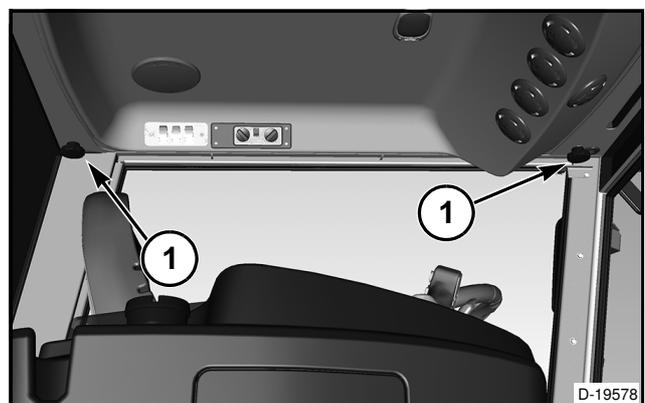

FIG. 7
FIG. 7: Para levantar el techo de la cabina, quite las dos perillas (1) que fijan el techo al bastidor de la cabina. Las perillas están ubicadas dentro de la cabina, en las esquinas delanteras y traseras del lado izquierdo.